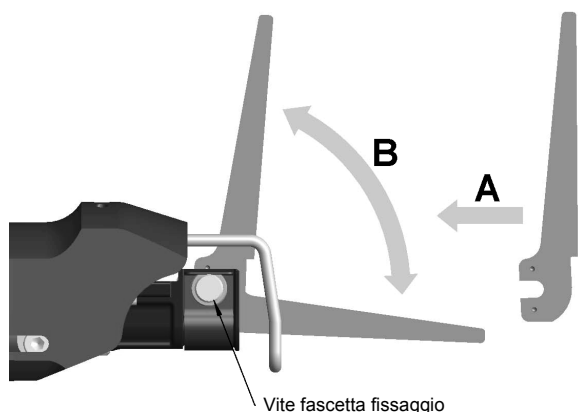

Fig. 4 Cambio utensile
- Spingere il supporto utensile fino alla posizione finale anteriore e allentare la vite della fascetta di fissaggio (fig. 4) con la chiave a brugola da 3 mm.
- In posizione verticale (A), spingere la lama nel supporto utensile fino a quando non tocca completamente la vite della fascetta di fissaggio.
- Ruotare la lama fino alla battuta in basso (B).